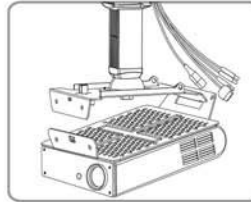
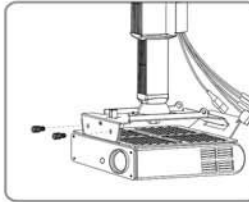

Figure 9
Figure 10
1. Para conectar la placa inferior con la superior, tiene que enganchar las dos placas a la parte trasera (fig 9) y elevar la placa hasta que el cierre de seguridad se cierre. Atornille las dos placas con sus tornillos. (Fig. 9 & Fig. 10)